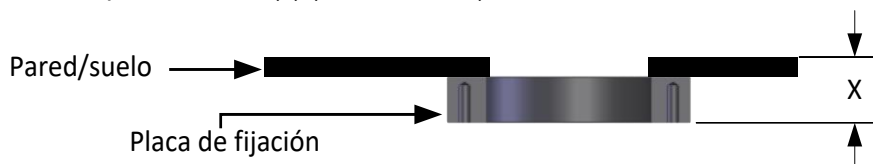

Ilustración 27: Medición de la profundidad de inserción
1. Una vez que la placa de fijación se haya soldado sobre el orificio de tamaño adecuado, se debe medir la distancia entre el lado externo de la placa de fijación y la pared interna (x) (Ilustración 27).